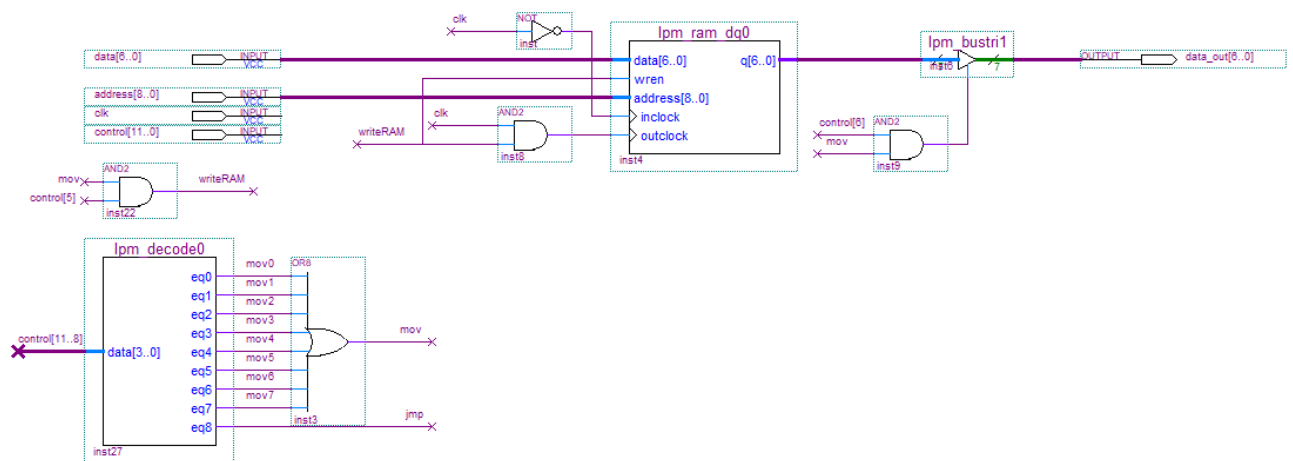

Рисунок 5.5 – Блок RAM
- блок RAM (см. рисунок 5.5): память данных, записываемых в соответствии с командами.